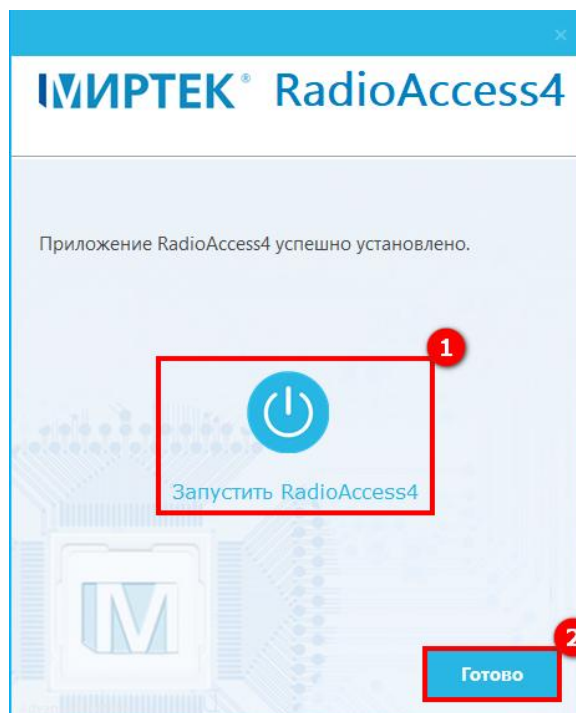

Рисунок 20 – Окно установки версии RadioAccess4Complete
Далее происходит конфигурация Базы данных. После завершения установки нажимаем кнопку **Запустить RadioAccess 4 (РадиоАксесс 4)** (1) (см. рисунок 20) для автоматического запуска **Диспетчера приложений**. В случае нажатия кнопки **Готово** (2) – для запуска **Диспетчера приложения** необходимо будет открыть **Диспетчер приложений RadioAccess 4 (РадиоАксесс 4)**.